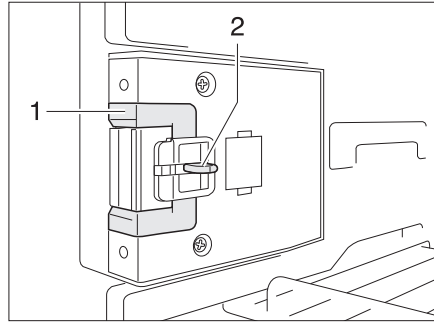
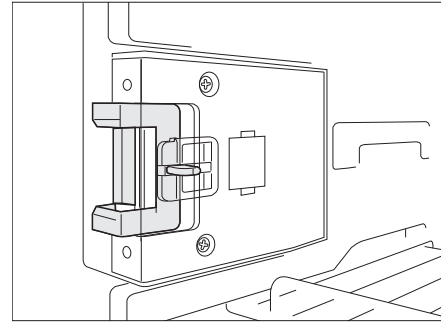

Bild 240 Verschlusseinrichtung in Normalstellung
Bild 241 Verschlusseinrichtung in Lüftungsstellung
- Die Entriegelung (Bild 240,2) eindrücken.
- Die Verschlusseinrichtung (Bild 240,1) nach vorn schieben (Bild 241).